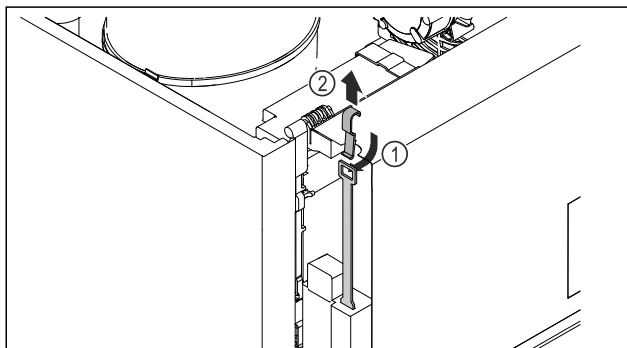

Fig. 244
- Kľúč na núdzové odomknutie zasuňte zhora Fig. 244 (1), zaháknite ho za zámok a potiahnite smerom nahor Fig. 244 (2).